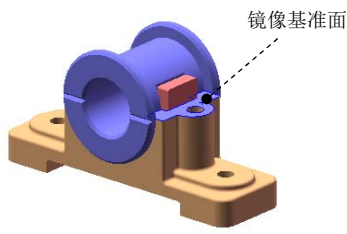

图 4.12.12 镜像轴套零件
Step6. 镜像轴套零件，如图 4.12.12 所示。选择下拉菜单 **插入(I)** →  **镜向零部件(E)** 命令，系统弹出“镜向零部件”窗口；在设计树中选取零件右视基准面为镜像基准面；选取上一步添加的轴套零件为要镜像的零部件；单击  按钮，完成轴套的镜像。
命令，系统弹出“镜向零部件”窗口；选取图 4.12.12 所示的 sleeve 零件模型表面为镜像基准面；选取轴套零件为要镜像的零部件，选中零件名称前的复选框；单击 按钮，完成镜像操作。